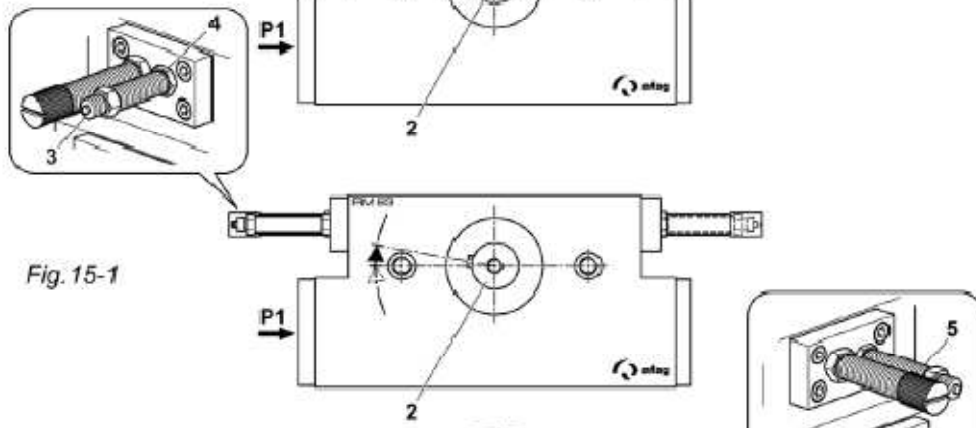

Fig. 15-1
3. Visser la vis d'arrêt gauche (3). L'arbre de pignon (2) pivote dans le sens des aiguilles d'une montre. Ajuster finement la vis d'arrêt (Un tour=1mm de course), jusqu'à ce que l'arbre de pignon ait atteint la position désirée. Serrer le contre-écrou (4) (Fig15-1).